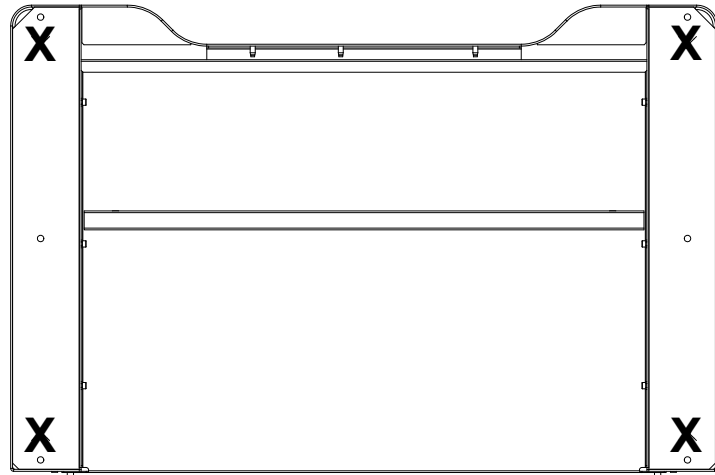

Abbildung 19. Unterseite des Rahmens mit Position der Rahmenfüße
6. Machen Sie alle Rahmenfüße ausfindig, die entfernt wurden, um den Rahmen mit dem Gestell zu verschrauben, und montieren Sie sie wieder an den Stellen, die in Abbildung 19 auf Seite 69 gezeigt sind.